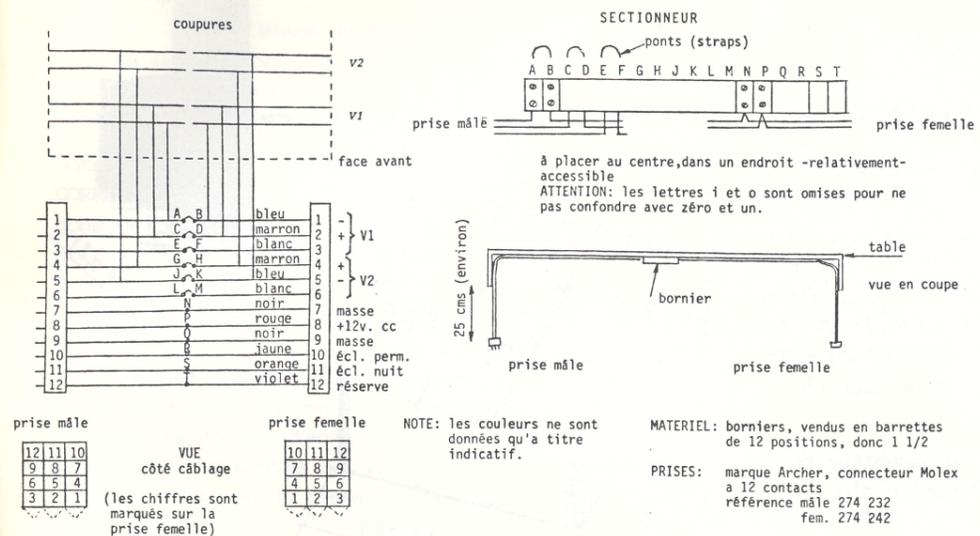

Fig. 1 "CONTINUITÉ MODULES"
- a) De module à module, "continuité module" figure 1. On voit que 12 liaisons sont suffisantes pour la continuité des deux VP et quelques circuits annexes tels que masses, 12 v cc et éclairages.
(fig.1 : page suivante )